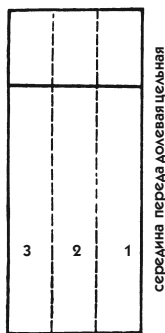

Рис. 181
2. Разделите собираемый в сборку участок на равные полосы. Для нашего примера будет достаточно 3 полос на всю ширину лекала (см. рис. 181, полосы 1, 2, 3).
3. Проведите горизонтальную линию, перпендикулярную к направлению ниспадающих сборок (см. рис. 181).